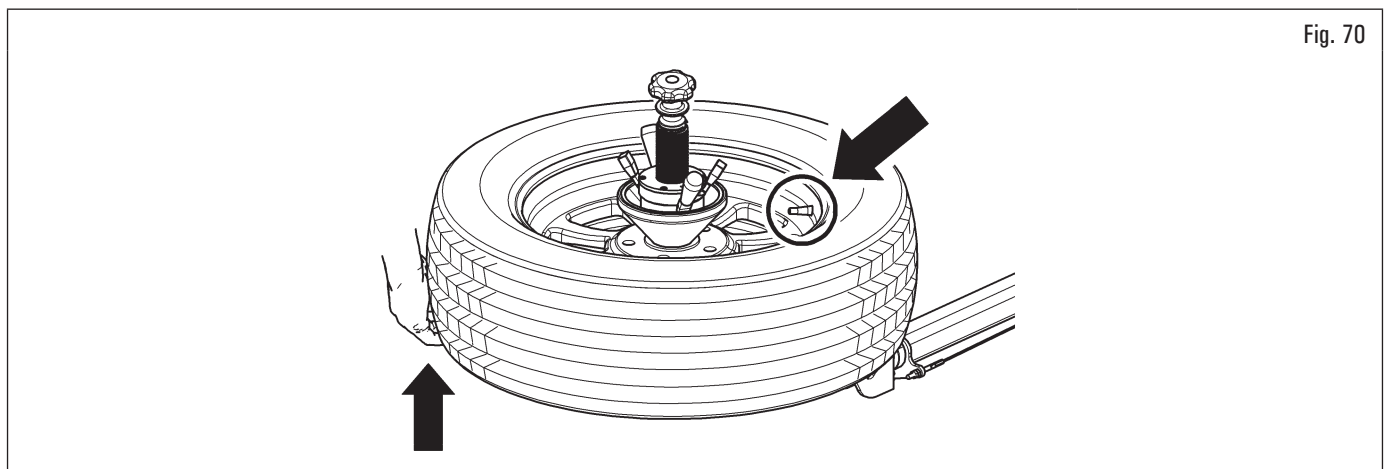

Fig. 70
8. posizionare la valvola in corrispondenza del rullo stallonatore inferiore, spingere manualmente lo pneumatico sul rullo stallonatore stesso (vedi Fig. 70) e, agendo sull'apposito pulsante (Fig. 6 rif. 2 (SX)), sollevare il rullo stallonatore inferiore;